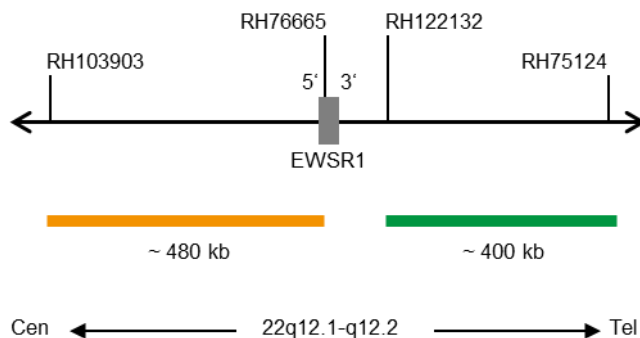

Fig. 1. SPEC EWSR1 Mapa de la sonda (no está a escala)
- Polinucleótidos marcados en verde (excitación a 503 nm/emisión a 528 nm) ZyGreen (~10 ng/ $\mu$ l), dirigidos a secuencias localizadas en 22q12.2\* (chr22:29,779,841-30,179,900) distales a la región del punto de ruptura de EWSR1 (ver Fig. 1).
- Polinucleótidos marcados en naranja (excitación a 547 nm/emisión a 572 nm) ZyOrange (~4,5 ng/ $\mu$ l), dirigidos a secuencias localizadas en 22q12.1-q12.2\* (chr22:29,191,431-29,673,440) proximales a la región del punto de ruptura de EWSR1 (ver Fig. 1).